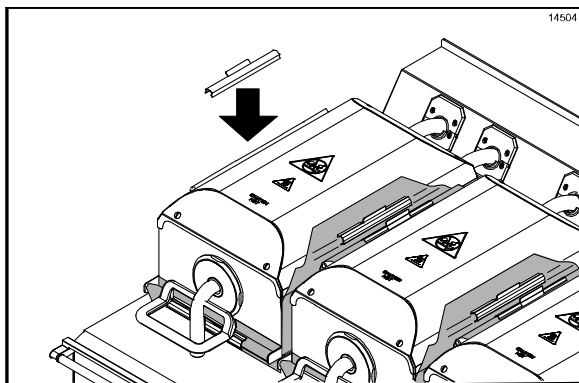

Figura 116
7. Reinstale as folhas antiaderentes. (Veja a Figura 116.)